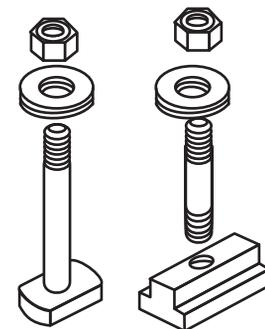

Fig. 4
**3º PASO** : Seleccione los tornillos o pernos de anclaje en la ranura de la mesa hasta que encajen en las muescas de la prensa. (Fig.4 y 5).